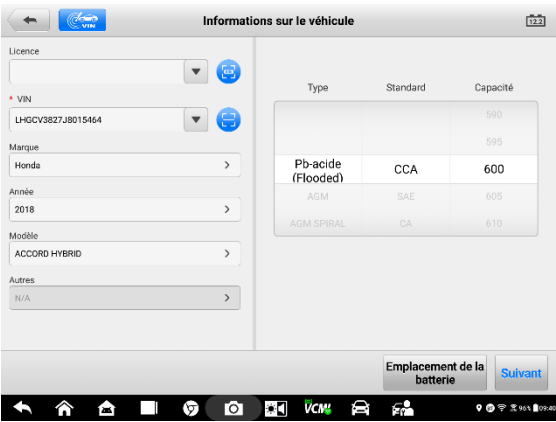

Figure 8-4 Écran d'informations sur la batterie
1. Sur l'écran Informations sur le véhicule (Figure 8-4), appuyez sur **Suivant** . Suivez les instructions à l'écran. Cochez les cases une fois toutes les tâches requises terminées, puis appuyez sur **Démarrer le test** .